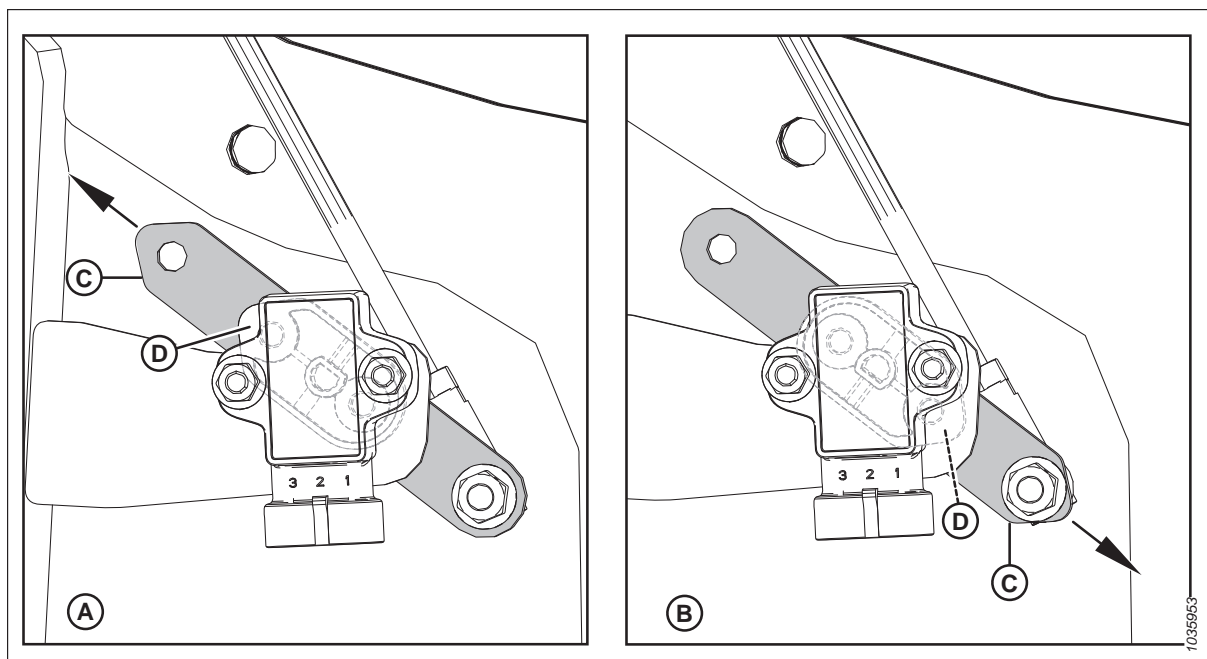

Figure 3.153: Configurations du bras/pointeur du capteur
4. Veillez à ce que le bras (C) et le pointeur (D) du capteur soient configurés correctement pour la plateforme. Pour obtenir des instructions, consultez la figure 3.153, page 151.